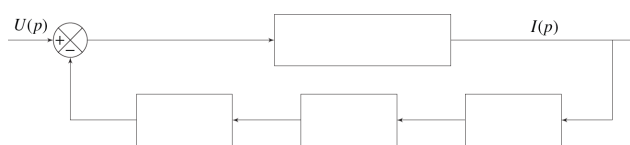

FIGURE 9 – Schéma-blocs
**Question 2** Compléter alors le schéma-blocs du moteur dans Figure 9. On précisera la grandeur associée à chaque lien.